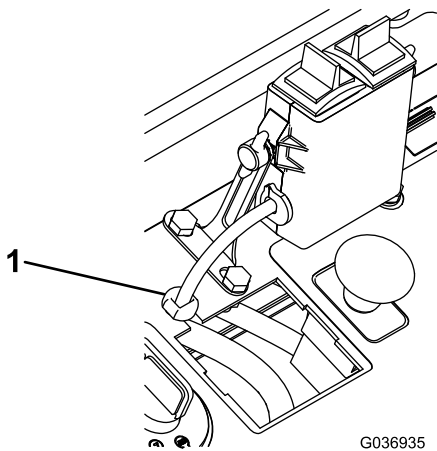

Figura 4
5. Conecte el pasacables al cable del controlador a 7 cm (3") aproximadamente del controlador (**Figura 4**).
6. Enrute el cable del controlador a través del hueco del contador de horas e introduzca el pasacables en el hueco realizado en el paso 2 (Figura 4).